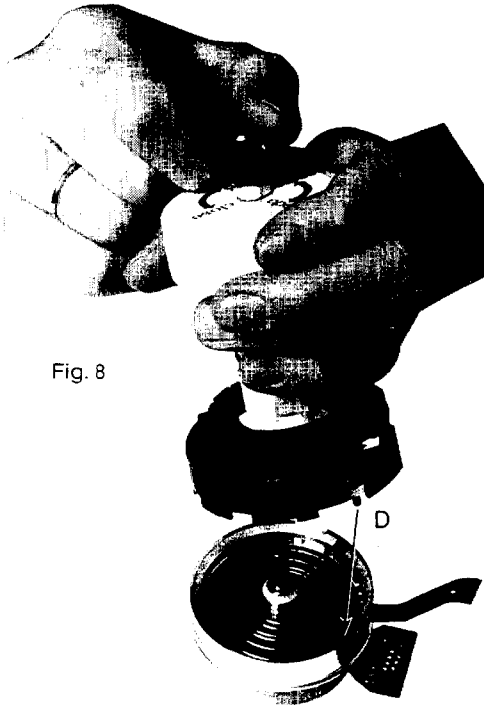

Fig. 8
- Die Kopfscheibe so aufsetzen, daß der Stift D der Schutzkappe in die Ausnehmung der Untertrommel eingreift (der Pfeil auf der Schutzkappe zeigt dabei zum Scannerprint) (Fig. 8).